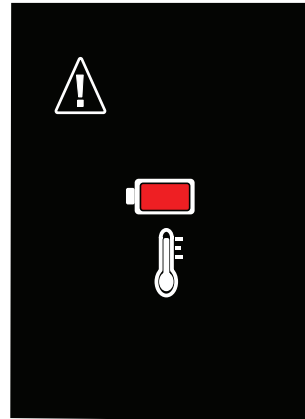

Abb. 21: Batterietemperatur-Warnmeldung
- Bei eingeschaltetem Lecksuchgerät und angeschlossenem Ladegerät zeigt das Display den Ladevorgang und Verlauf mit dem Blitzsymbol in der oberen rechten Ecke des Bildschirms an (siehe Abb. 21).